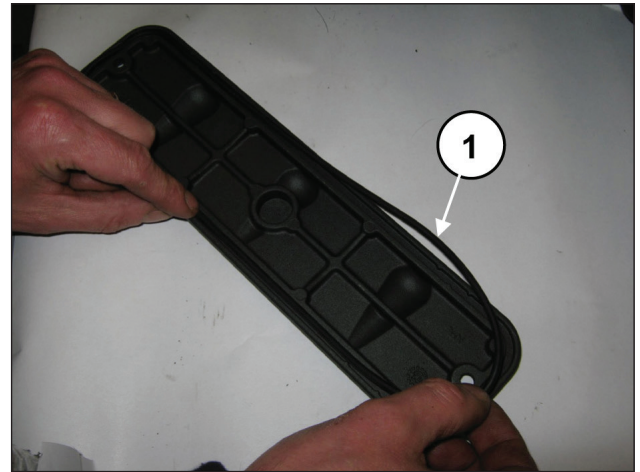
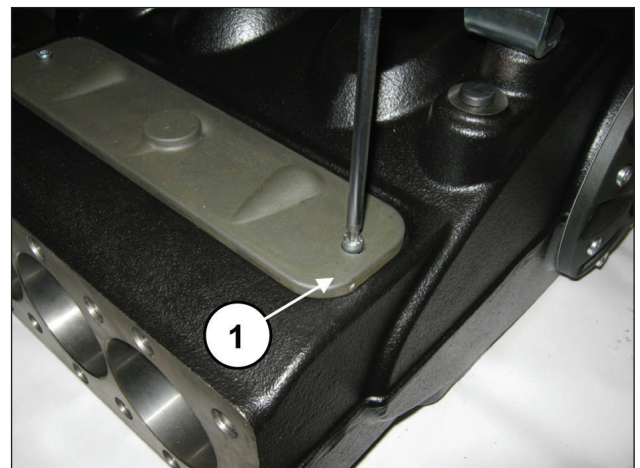

Fig. 93
Fig. 94
Aplique as coberturas de inspeção com o anel circular (pos. ①, Fig. 93) e aperte mediante 2 parafusos M6x14 (pos. ①, Fig. 94) e 2 parafusos M6x40.